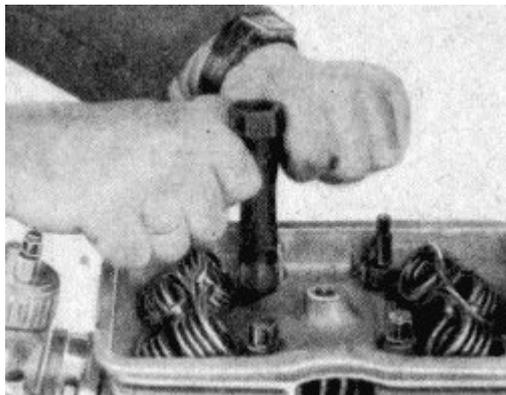

Bild 63. Zuganker für Zylinderkopf nachziehen
2. Zugankermuttern im Zylinderkopf nachziehen (Bild 63).